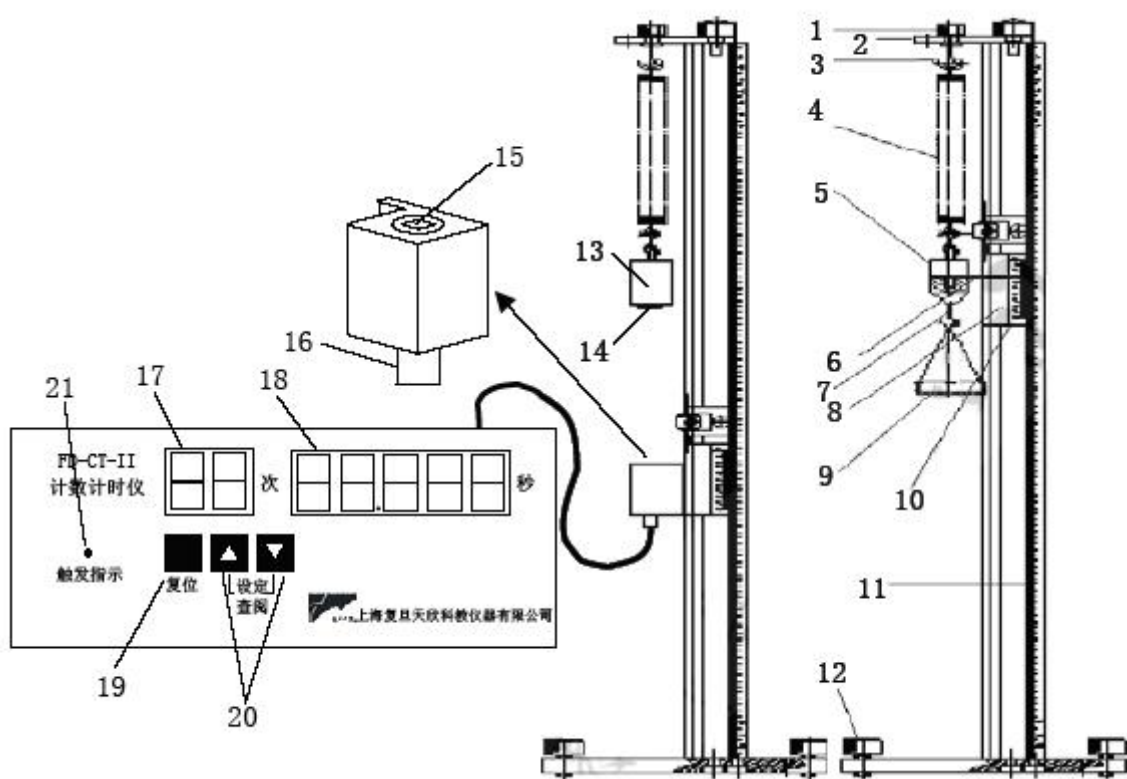

图 2 弹簧谐振子实验组合仪
弹簧谐振子实验仪如图 2 所示，各组成部分名称：1.调节旋钮（调节弹簧与主尺之间的距离）；2.横臂；3.吊钩；4.弹簧；5.初始砝码；6.小指针；7.挂钩；8.小镜子；9.砝码托盘；10.游标尺；11.主尺；12.水平调节螺丝；13.砝码；14.小磁钢；15.集成霍尔开关传感器；16.同轴电缆接线柱；17.计数显示；18.计时显示；19.复位键；20.设置/阅览功能按键；21.触发指示灯。
2. 在主尺顶部安装弹簧，再依次挂入吊钩、初始砝码，使小指针被夹在两个初始砝码中间，下方的初始砝码通过吊钩和金属丝连接砝码托盘，这时弹簧已被拉伸一段距离。（见图 2）